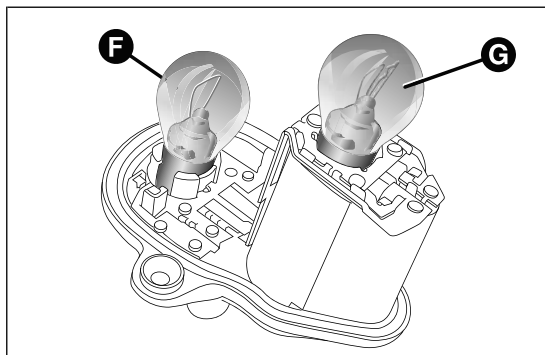

fig. 177
- ❑ a continuación, sustituir la lámpara correspondiente: F = intermitentes, G = luces de posición/freno fig. 177.